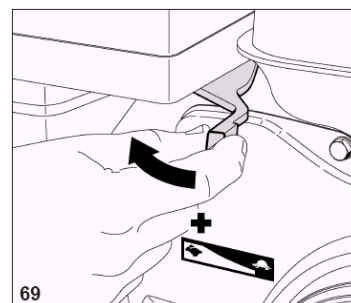

Рис.14
6. Плавно перевести рычаг акселератора против часовой стрелки (рис.14).